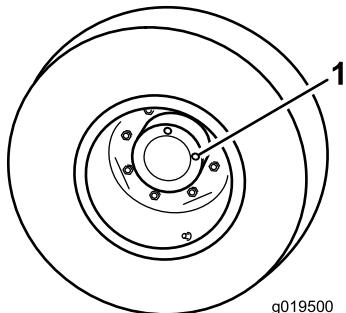

Figura 61
- Con la macchina parcheggiata su terreno pianeggiante, posizionate la ruota in modo che un tappo di controllo si trovi a ore 12 e l'altro a ore 3 (Figura 61).
- Tappo di controllo/spurgo (2)
- Rimuovete il tappo a ore 3 (Figura 61).